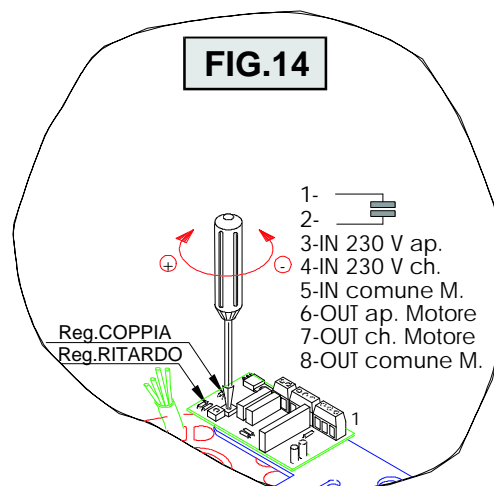

FIG.14
- Se la forza risulta superiore agire sulla vite di regolazione dopo aver tolto alimentazione all'impianto di automazione (vedi Fig. 14).